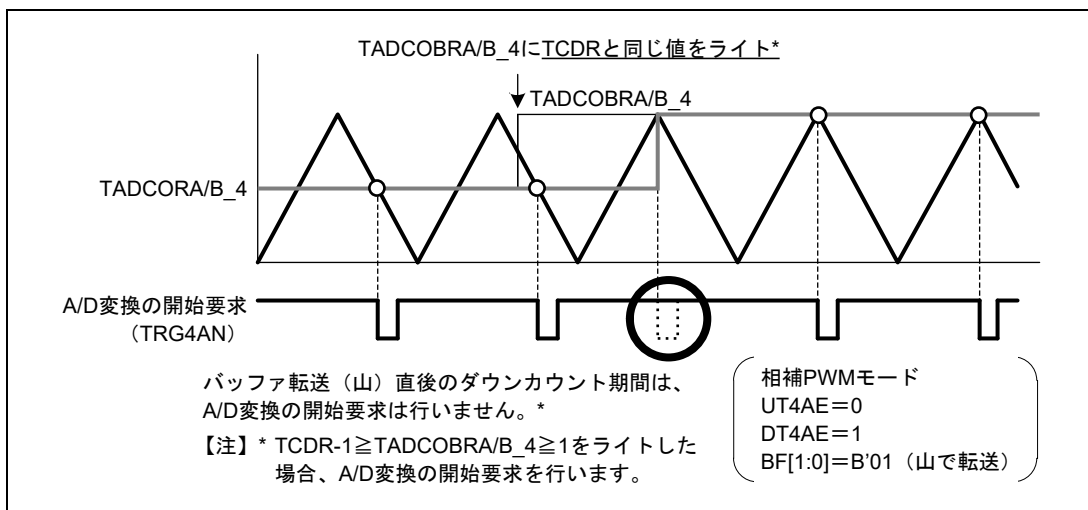

図 12.116 TADCOBRA/B_4 に TCDR と同じ値をライトした時の A/D 変換の開始要求
- TADCOBRA/B_4にTCDRと同じ値、かつ、TADCRのDT4AE、DT4BEビットに1を設定して、TCNT_4の山でバッファ転送した時、転送直後のダウンカウント期間についてはA/D変換の開始要求を行いません（図12.116）。